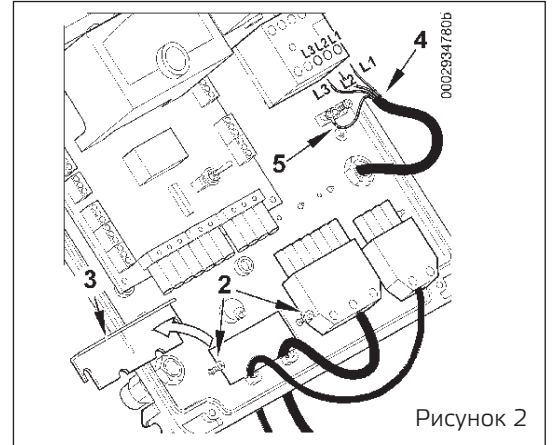
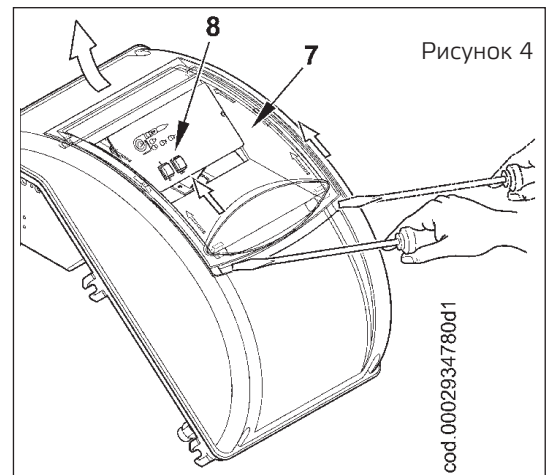

Рисунок 2
Рисунок 4
- Снимите крышку, отвернув четыре винта (1), как показано на рисунке 1, не убирая прозрачное окошко. Так будет получен доступ к электрическому щиту горелки.
- Ослабьте винты (2). После того как вы сняли кабельный зажим (3), пропустите через отверстие 7- и 4- штырьковые разъемы (рис. 2). Подсоедините токоподводящие провода (4) к дистанционному выключателю, закрепите заземляющий провод (5) и затяните соответствующий кабельный зажим.
- Установите зажимную пластинку, как показано на рисунке 3. Поверните эксцентрик (6) так, чтобы пластинка должным образом надавила на два провода. После этого затяните крепежные винты пластинки. Наконец, соедините два разъёма, 7- и 4-штырьковый.
- 4) Чтобы снова закрыть крышку электрической панели, ввинтить 4 винта (1) оказывая момент зажима, составляющий примерно 5 Нм, чтобы обеспечивать правильную герметичность. Для получения доступа к приборному щитку (8) отцепите прозрачное окошко (7) легким нажатием инструмента (например, отвертки) в направлении стрелок (на рис. 4). Пусть окошко слегка продвинется, после чего снимите его с крышки.
- 5) Для правильного расположения прозрачного окошка на щите следовать рисунку 5. Поместить крюки в соответствующие гнезда (9) и продвинуть окошко в направлении, указанном стрелкой, до тех пор, пока не раздастся лёгкий щелчок. Теперь должное уплотнение гарантировано.